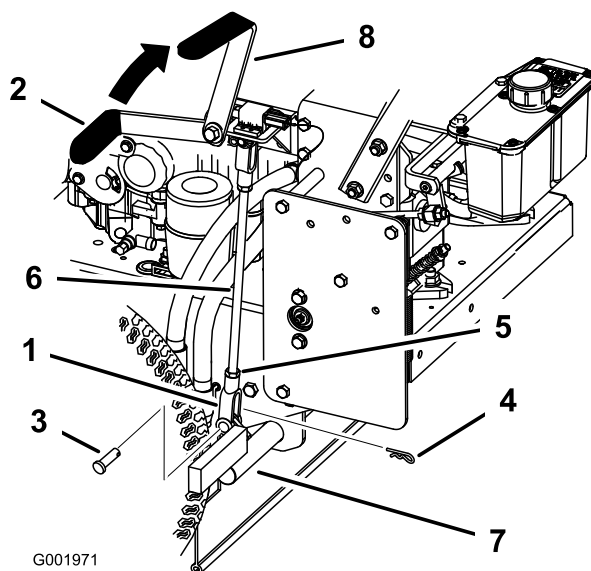

Figura 61
5. Afloje las contratuercas superior e inferior (Figura 61).
6. Para ajustar el freno, retire el pasador de horquilla y el pasador de la palanca de freno inferior (Figura 61).
7. Gire la varilla del freno en las horquillas. Para apretar el freno, aumenta la distancia entre las horquillas. Para aflojar el freno, reduzca la distancia entre las horquillas (Figura 61).
8. Fije la horquilla a la palanca de freno inferior con el pasador de horquilla y el pasador (Figura 61).
9. Apriete las contratuercas superior e inferior (Figura 61).